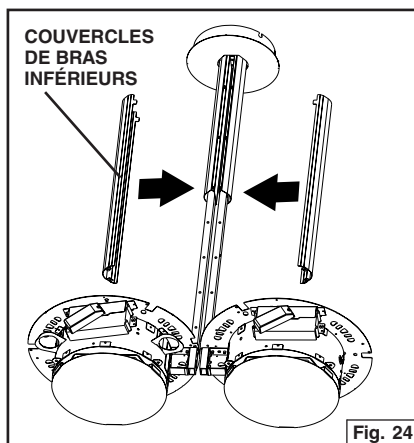

Fig. 24
3. Fixez les couvercles de bras inférieurs à l'aide de (4) vis à tête arrondie M4 x 20. Fig. 24 et Fig. 25.